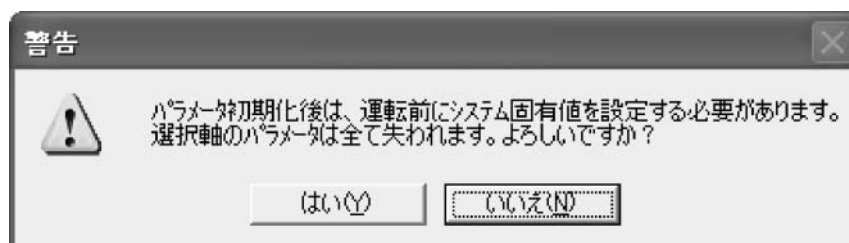

図9.6.6 警告
- メニューからドライバ(D) メモリ初期化(I)と選択します。
- 図9.6.6の警告ダイアログボックスが表示されます。